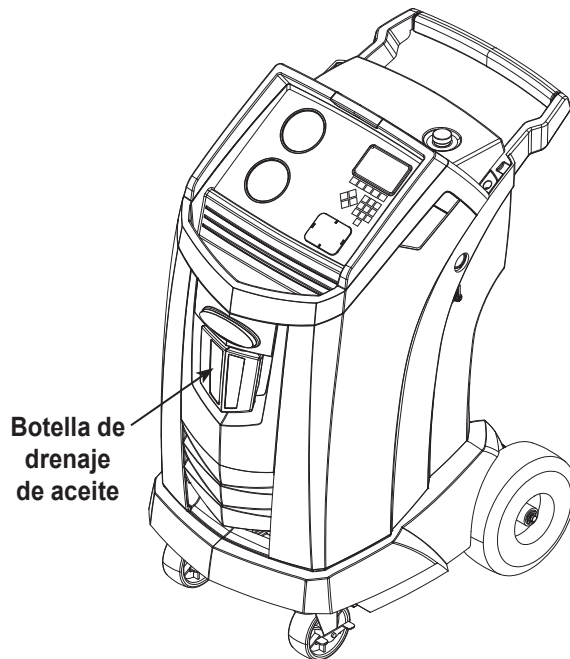

Figura 3
1. Vacíe la botella de drenaje de aceite antes de comenzar una recuperación. Retire la botella de drenaje de aceite de la máquina tirando de la botella verticalmente hacia abajo; no haga un movimiento de giro o balanceo. Vuelva a instalar la botella de drenaje de aceite. Consulte Figura 3.